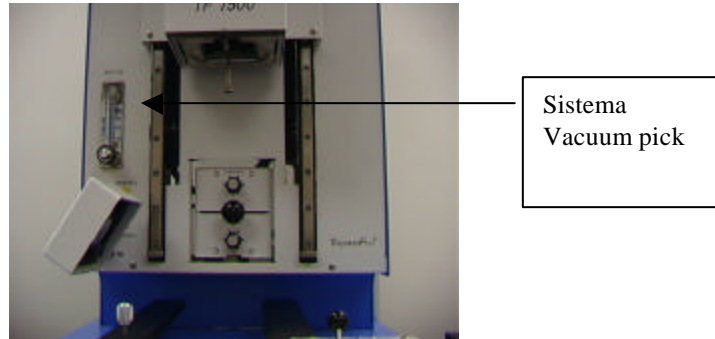

Figura 3a
- i. Montare un sistema Vacuum Pick di dimensioni adeguate. Il diametro deve essere inferiore al lato superiore del componente. Fissare le viti del sistema in posizione (Figura 3a).